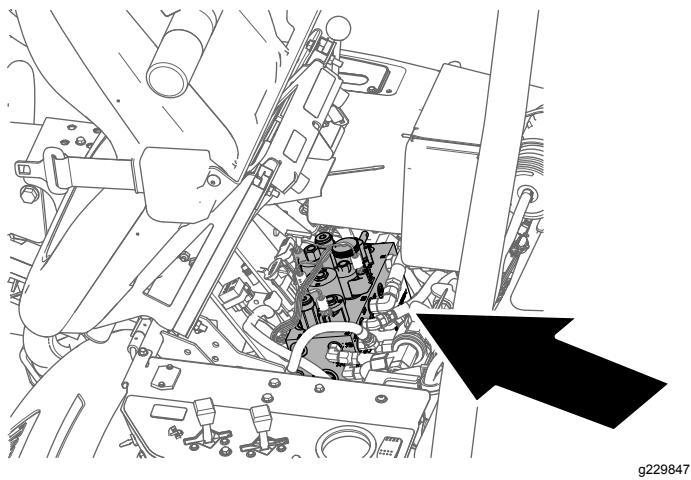

Рисунок 54
- Откиньте сиденье оператора вперед и закрепите его опорной стойкой (Рисунок 54).